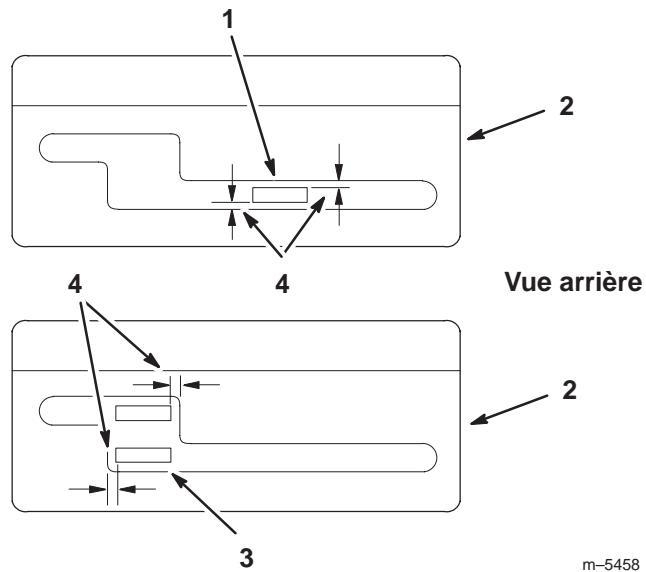

Figure 5
- Sélectionnez le deuxième rapport et vérifiez l'alignement du levier dans l'encoche de la plaque de changement de vitesse. L'espace entre le haut et le bas du levier doit être égal (Fig. 5).
- Sélectionnez le point mort et vérifiez l'alignement du levier dans l'encoche de la plaque de changement de vitesse. L'espace de chaque côté du levier doit être égal (Fig. 5).